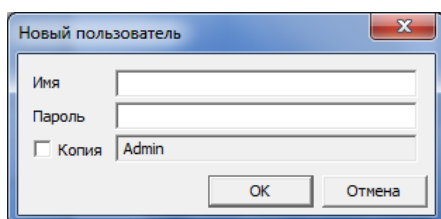

Рисунок 18.2 — Окно Новый пользователь
- В открывшемся окне *Новый пользователь* (см. рисунок 18.2) задайте имя и пароль пользователя.